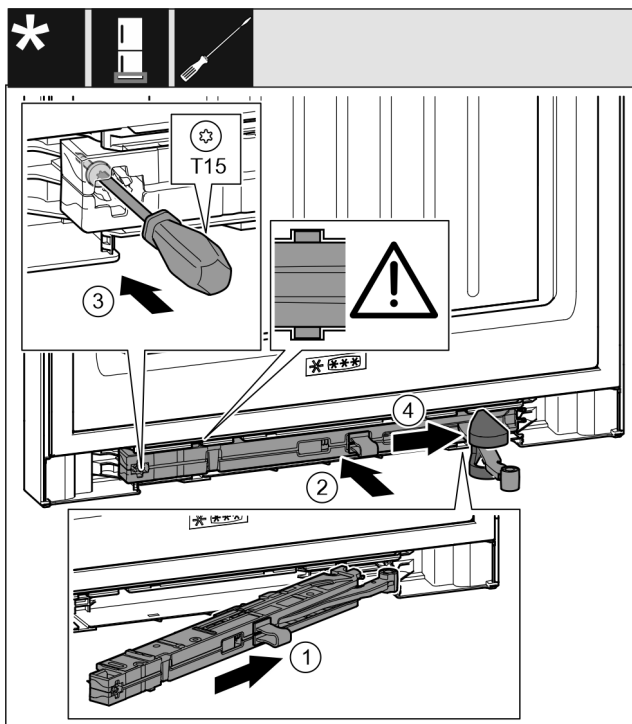

Fig. 37
- ▶ Tolja be ferden, ütközésig a záráscsillapító egységet a mélyedésbe a csapágybak felőli oldalon. Fig. 37 (1)
- ▶ Tolja be teljesen a mélyedésbe a záráscsillapító egységet. Fig. 37 (2)
- ▶ Húzza meg a csavart egy T15 csavarhúzóval. Fig. 37 (3)
- ▶ Tolja rá a fedelet a csuklóra. Fig. 37 (4)